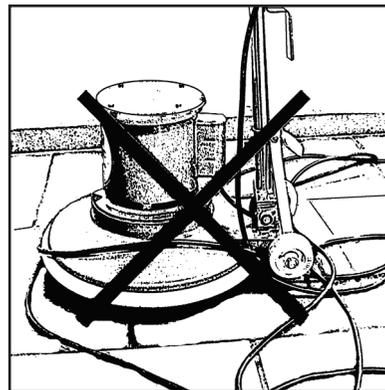

Fig. 2
- 10) As partes rotativas do equipamento (suportes e escovas) podem causar acidentes. Mantenha afastados os pés e mãos das partes móveis do equipamento enquanto estiver ligado. Passar o equipamento sobre objetos soltos no piso pode projetá-los com velocidade. Mantenha o cabo de alimentação elétrica longe de suportes e escovas. **(Fig. 2)**